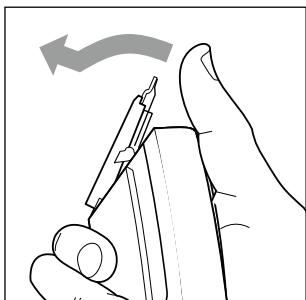
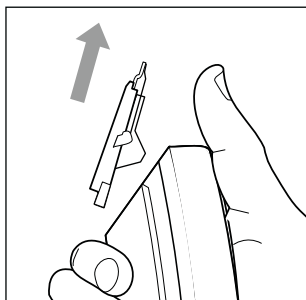

Fig. 8
Fig. 9
- 1) Tryk først skærehovedet **1** fremad og af produktet med tommelfingeren (se fig. 8). Træk derefter skærehovedet **1** opad og fri af produktet (se fig. 9).